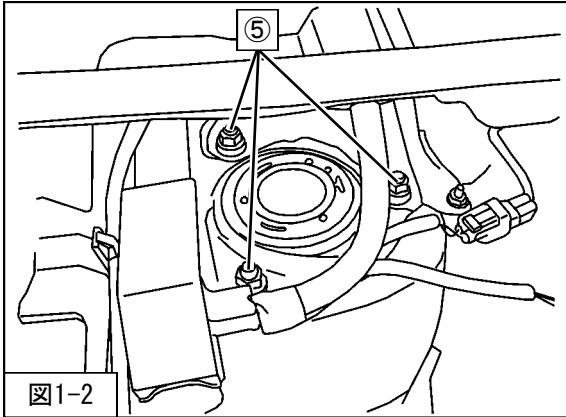

図1-2
3. ⑤フロントサスペンションASSYアッパー取付ナットを取外してください。（図1-2）